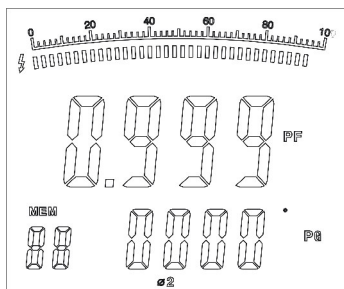

Figura 19
Quindi premere di nuovo SEL per selezionare la seconda fase (vedere figura 19).
- Premere SEL per selezionare la seconda fase (vedere figura 19).